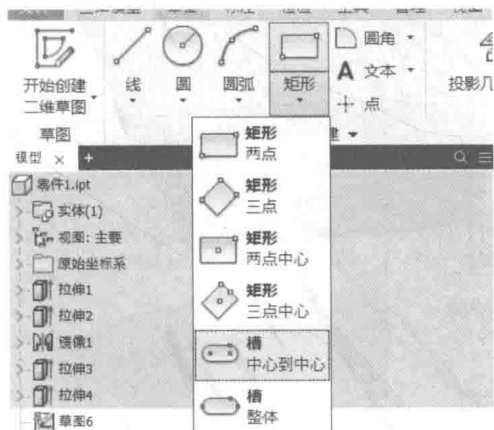

图 1.2-20 槽
► 用同一方法将另一端面进行倒全圆角。该腰形特征还可以通过“槽”命令进行绘制，如图 1.2-20 所示，再进行“拉伸”，此处不再详述。